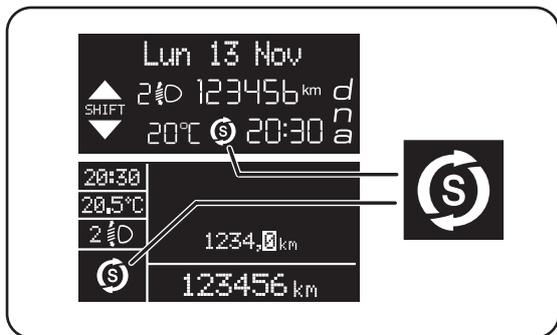

fig. 71
**Nota** A paragem automática do motor só é permitida depois de ultrapassar uma velocidade de cerca de 10 km/h, para evitar paragens repetidas do motor quando o veículo avança com velocidade muito baixa. A paragem do motor é assinalada pela visualização do símbolo  fig. 71 no display.